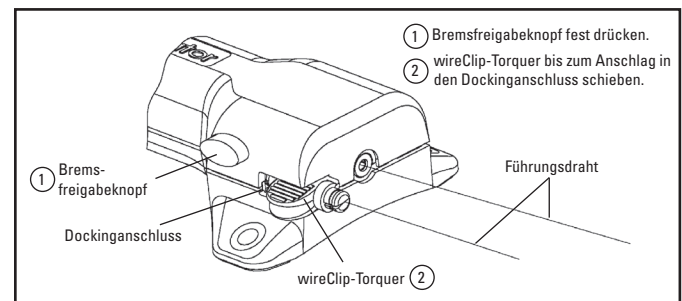

Abbildung 5. Bremsfreigabeknopf und wireClip-Dockinganschluss
- Zum Fixieren der Bremsvorrichtung in der freigegebenen Stellung kann der Dockinganschluss verwendet werden. Den Bremsfreigabeknopf drücken und dabei den verbundenen wireClip-Torquer/Führungsdraht bis zum Anschlag in den Dockinganschluss einführen (siehe Abbildung 5). Der Bremsfreigabeknopf bleibt in der betätigten Stellung verriegelt. **Diese Funktion darf nicht während des Ablationsverfahrens verwendet werden.**